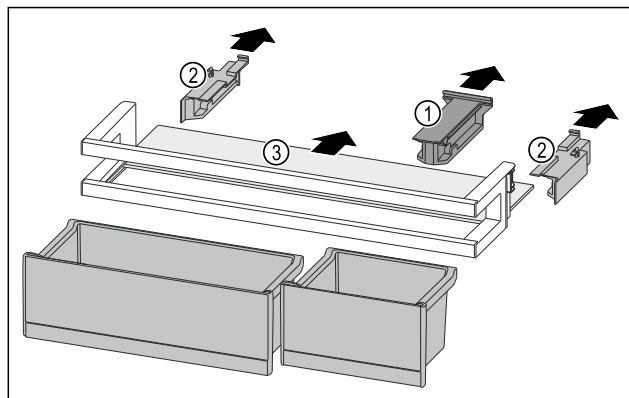

Fig. 159
- ▶ Držák Fig. 159 (1) stáhněte.
- ▶ Boční díly Fig. 159 (2) stáhněte.
- ▶ Odkládací plochu Fig. 159 (3) odeberte.